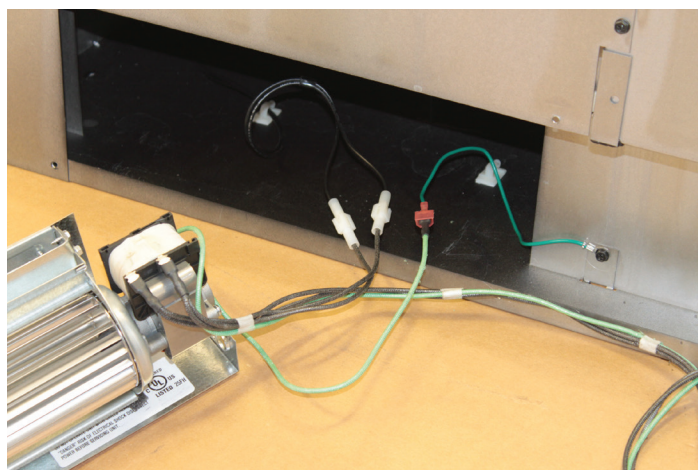

Figure 3
5. Localiser les bornes des fils de soufflante à l'intérieur du fond du foyer et faire les trois connexions, comme montré à la **Figure 3.**